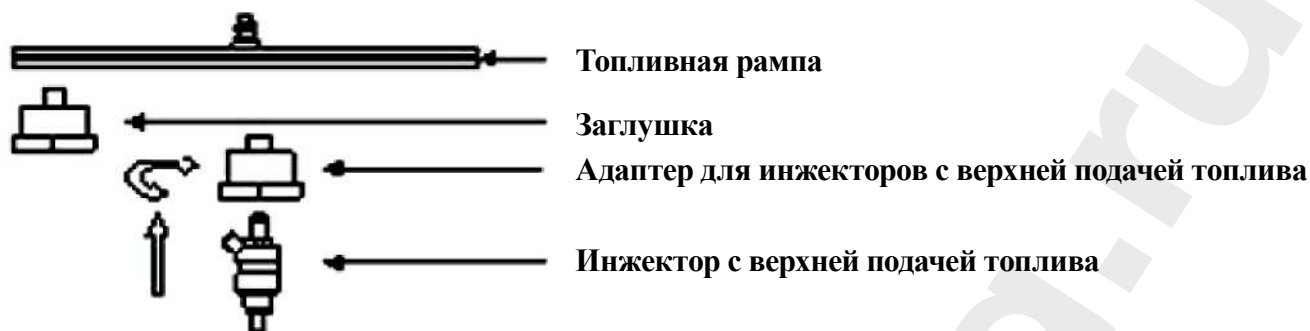

Рис. 1 Установка адаптера инжектора с верхней подачей топлива
См. рис. 1.
1. Как показано на рис. 1 и 3, установите инжекторы между топливной рампой и опорной пластиной измерительных цилиндров.